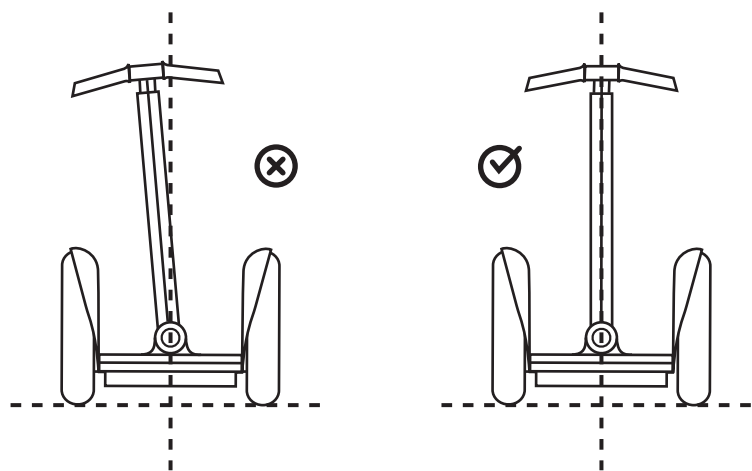

图 5. 将倾斜操纵架居中
8. 在拧紧紧固件之前，目视检查手把，确保其端正居中。如果手把不端正居中，请调节倾斜操纵架，将其调正居中。请参见图 5。